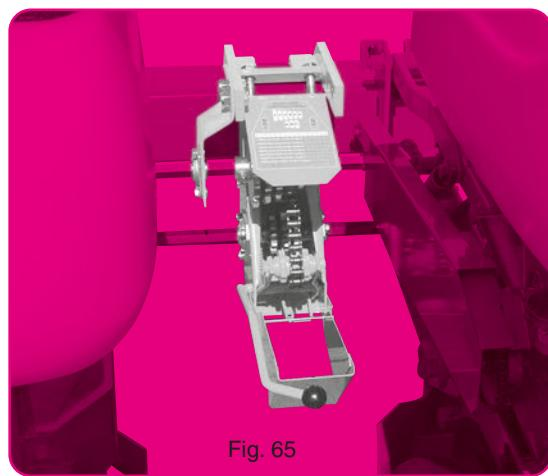

Fig. 65
- Montage déporté (fig. 65) pour semoir à nombre de rangs impair. La boîte se place à gauche et au plus près de l'élément central : pour cela supprimer 1 des paliers ④ support axe hexagonal.
Seitlich gesetzte Montage (Abb. 65) für Sämaschinen ungerader Reihenanzahl und Reihenabstände unter 45 cm. Das Wechselgetriebe wird links und ganz nah am mittleren Element angebracht. Bei dieser Stellung ist die Lagerstütze ④ zu entfernen.
- Offset assembly (fig. 65) for planters with an odd number of rows and inter-row spacing under 45 cm (18"). The gearbox is then mounted on the left and as close as possible to the central metering unit. To do so, remove one of the bearing fingers ④ which support the hexagonal shaft.
- montage uit het midden (fig. 65) voor een zaaimachine met een oneven aantal rijen. De tandwielkast wordt links van, en zo dicht mogelijk bij het middelste element geplaatst. Daarvoor zijn één van de lagers ④ verwijderd.